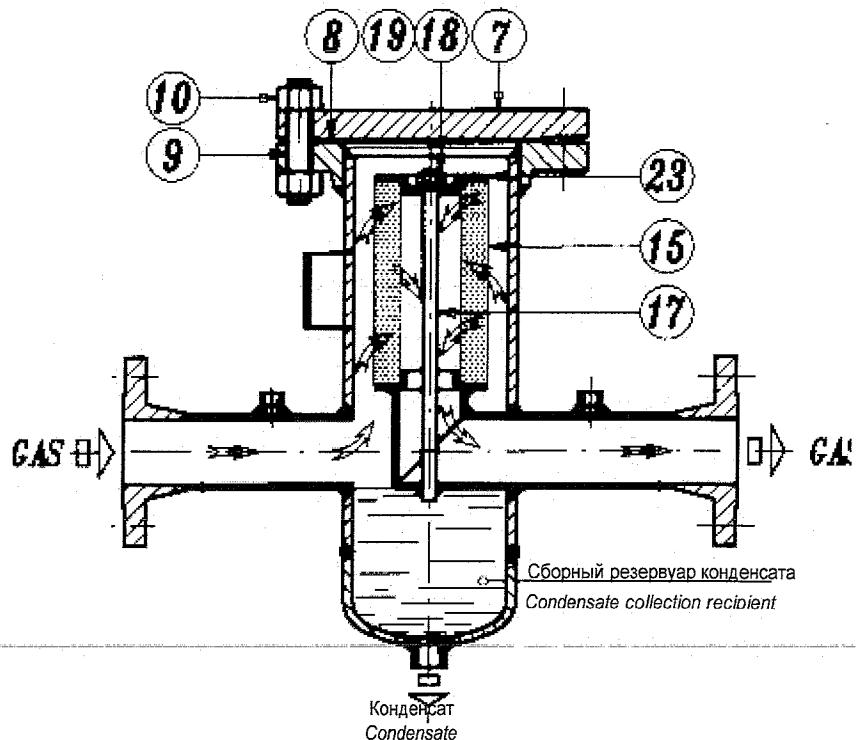

Fig. 2 - РИС. 2
1.3 ЗАКРЫТИЕ ГОЛОВКИ С ФЛАНЦЕМ (РИС. 2)
1.3 CLOSURE OF THE HEAD BY FLANGE (FIG. 2)